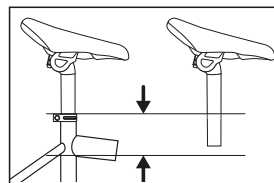

Fig. 3: Altezza della sella /
- ↳ Prestare attenzione a che l'altezza della sella sia corretta. Durante la regolazione dell'altezza della sella rispettare la profondità minima di inserimento del tubo reggisella (vedere Fig. 3). La profondità minima di inserimento è riconoscibile sulla base di una tacca sul tubo reggisella.